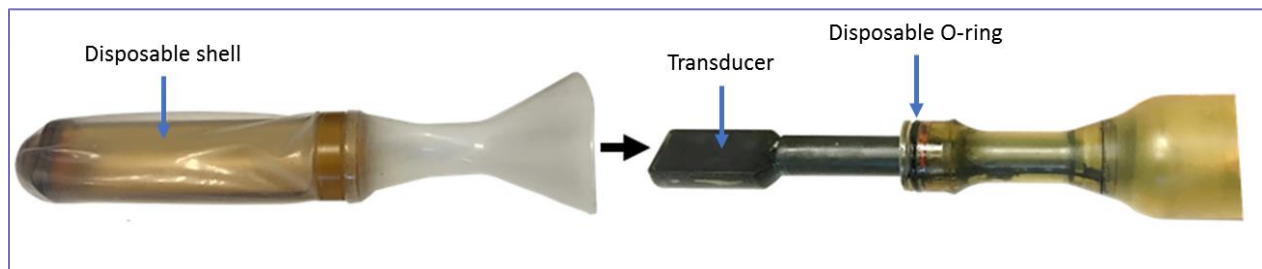

Figura 3-4: Guscio monouso della sonda e trasduttore
1. Posizionare una nuova **guarnizione** (bianca) **monouso** sulla scanalatura della sonda (vedi Figura 3-4).
2. Sistemare delicatamente un nuovo **involucro monouso** sulla scanalatura (vedi Figura 3-4) sulla sonda.